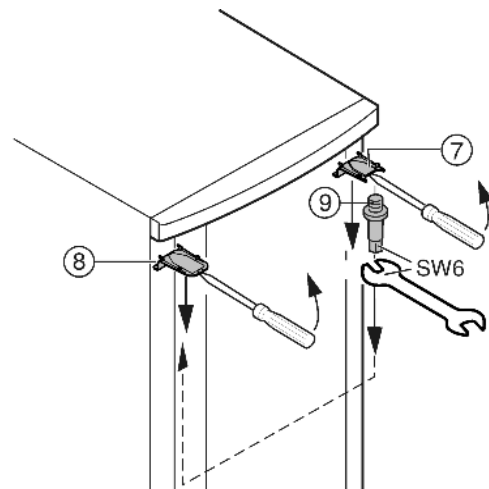

Fig. 7
- ▶ Vipp ut oppe dekselet *Fig. 7 (7)* og dekselet *Fig. 7 (8)* med en skrutrekker og fjern de på skrått nedover.
- ▶ Lagerbolten *Fig. 7 (9)* skrues ut og skrues inn igjen på motsatt side med minst **(med 4 Nm)**.
- ▶ Monter dekselet *Fig. 7 (7)* på den andre siden av lagerbolten igjen: sett den inn bak og la den klikke på plass foran.
- ▶ Monter dekselet *Fig. 7 (8)* på den andre siden: sett den inn bak og la den klikke på plass foran.
- ▶ Hekt døren ovenfra inn på lagerboltene *Fig. 7 (9)*.